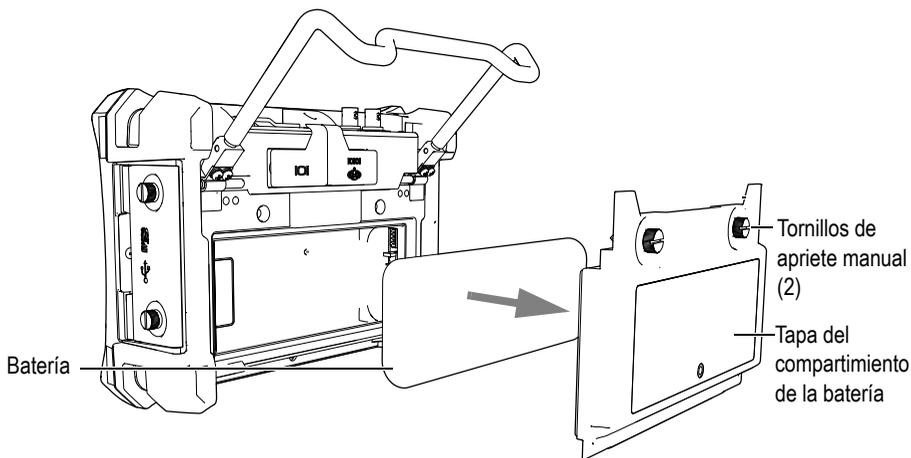

Figura 1-10 Batería de Li-ion y tapa del compartimento de la batería
2. En la parte posterior del equipo, afloje los dos tornillos de apriete manual que aseguran la tapa del compartimiento de la batería y retírela (véase la Figura 1-10 en la página 27).
3. De estar instalada, retire la batería de Li-ion (véase la Figura 1-10 en la página 27).